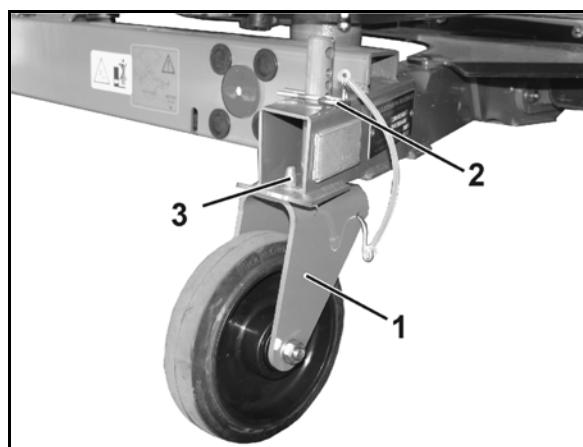

图 27
6. 固定式后轮 (图 27/1)
- o 安装并用弹簧插销 (图 27/2) 固定在最低孔中 , 或者
安装固定式脚轮时 , 确保销栓 (图 27/3) 穿过框架上的孔 , 从而使脚轮保持纵向。